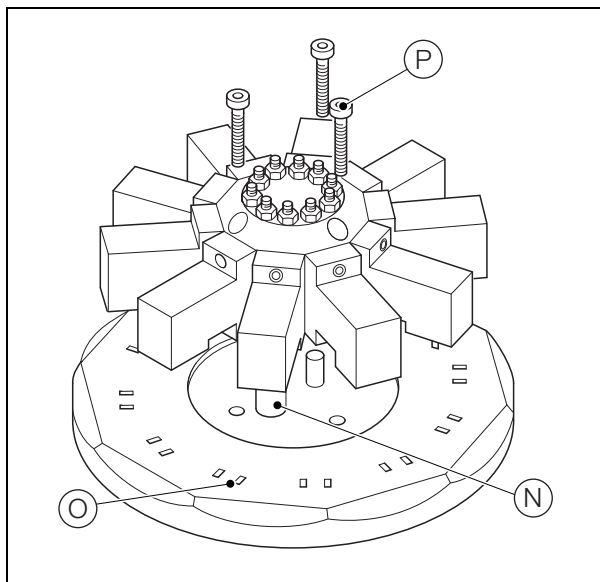

Abb. 13.3 Wiedereinbau des Ventilblocks
6. Siehe Abb. 13.3:
- a. Platzieren Sie den Ventilblock über den versetzten Stiften (N) auf der Grundplatte. Dabei müssen die Anschlüsse der Ventile in die Buchsen (O) auf der Grundplatte eingreifen.
- b. Befestigen Sie den Ventilblock mit den drei M4-Schrauben (P) an der Grundplatte.